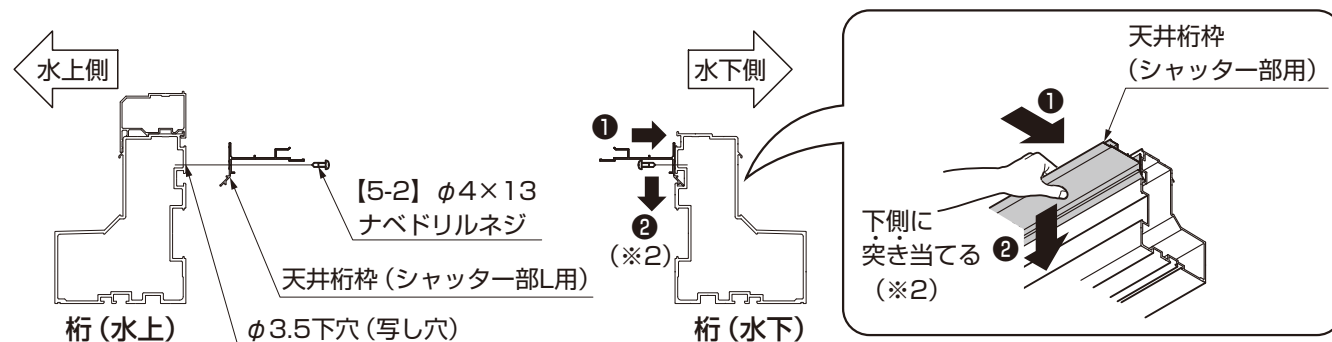

図5-4 スタイルコートLの場合
- スタイルコートLの場合は、天井桁枠（シャッター部用）を、桁に押し当てた状態で、**下側**に突き当てて、【5-2】で取付けてください。（図5-4参照）
(2) スタイルコートL3000タイプ